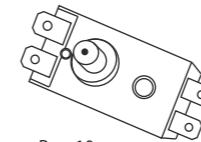

Рис. 10
- нажать до щелчка кнопку, расположенную по центру термовыключателя рис.10;